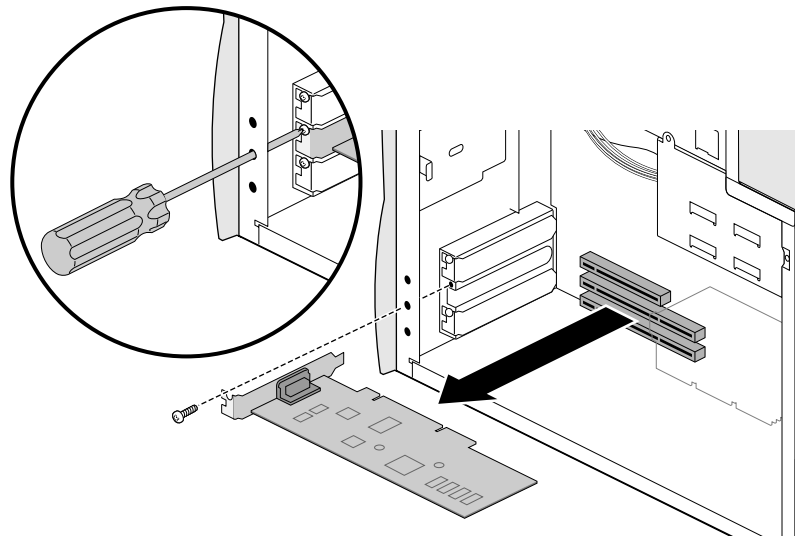

Abbildung 5-3 Deinstallieren einer PCI-Karte
5. Entfernen Sie die Karte wie in Abbildung 5-3.